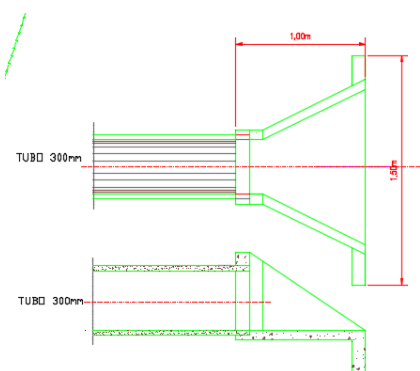

Figura-5: Ala tubular – Corte e planta
5.3. Ala Tubular: A ala tubular serve para desague da água da chuva, bem como para dissipar energia das águas, evitando erosões pluviais. A figura-5, mostra os detalhes da ala tubular a ser utilizada.